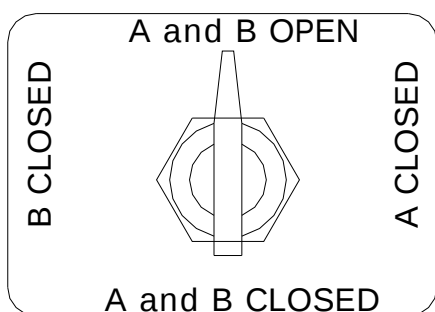
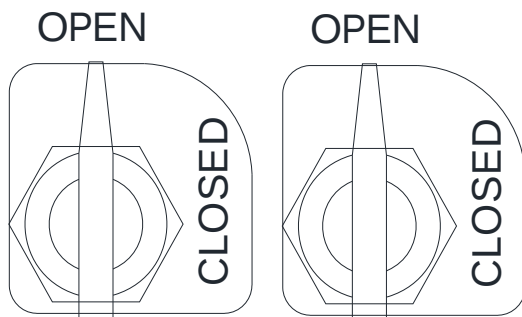

Figura 7
Figura 8
7.1.2 Anillo que permite conectar y desconectar cada una de las ramas del anillo. Este dispositivo se puede componer de dos seccionadores de dos posiciones cada uno, con palancas independientes (ver figura 8) o uno de 4 posiciones que abarca las 4 alternativas posibles (ver figura 7), que son: